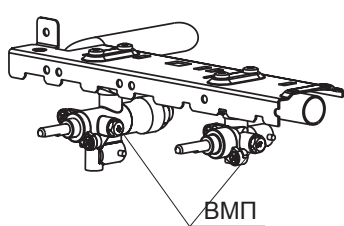

рис. 17
22.2. Проведение замены винтов малого пламени (ВМП) в кране-термостате и кранах горелок стола (рис. 17, 18):